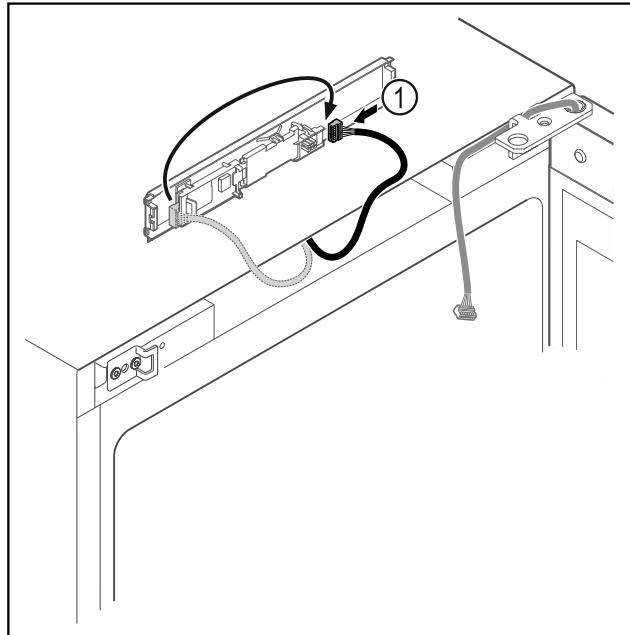

Fig. 17
- ▶ Zmeňte zapojenie zástrčky Fig. 17 (1) na doske plošných spojov.